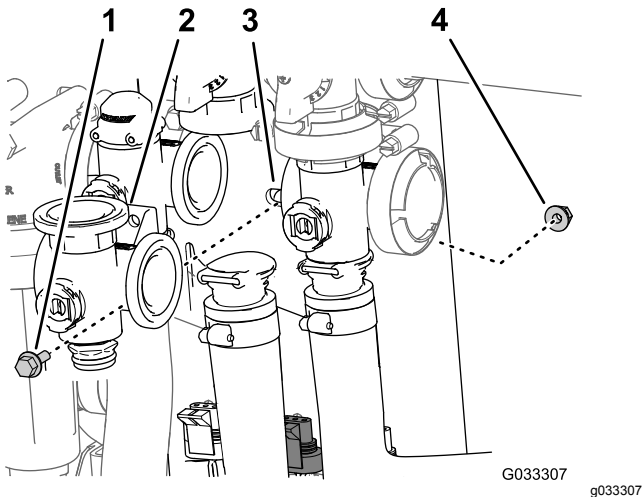

Bild 65
- Entfernen Sie die Bundkopfschraube und die Sicherungsbundmutter, mit denen das Rührwerkventil an der Ventilhalterung befestigt ist, und entfernen Sie den Ventilverteiler von der Maschine (**Bild 65**).